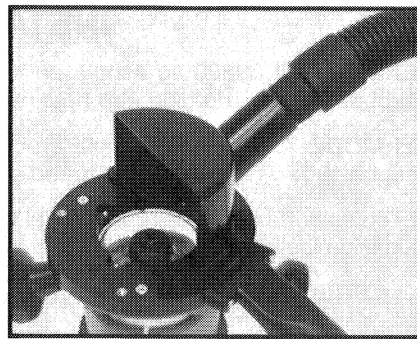

Fig. 5
2. Acople la manguera de aspiración de la aspiradora (o del sistema de recolección de polvo) al conector de manguera que se encuentra en el aditamento para bordes (ver la Fig. 5).